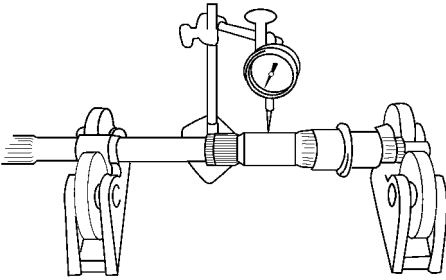

图 10-16 用百分表测量轴的径向圆跳动误差
5) 使用百分表检查轴的径向圆跳动误差, 如图 10-16 所示。